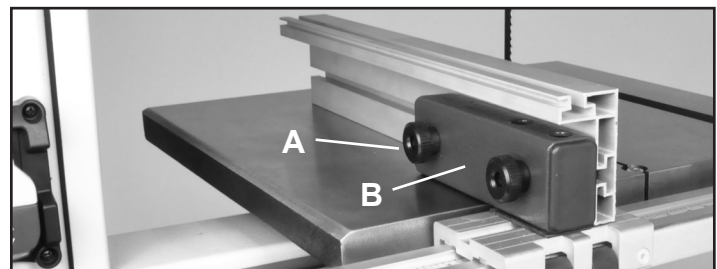

FIGURE 31
1. Desserrez les deux boutons (#110, FIG. 31, A) qui retiennent la butée (#106) contre le porte-guide de la butée (#107, B).
1. Desserrez les deux boutons (#110, FIG. 31, A) qui retiennent la butée contre le porte-guide de la butée (#107, B).